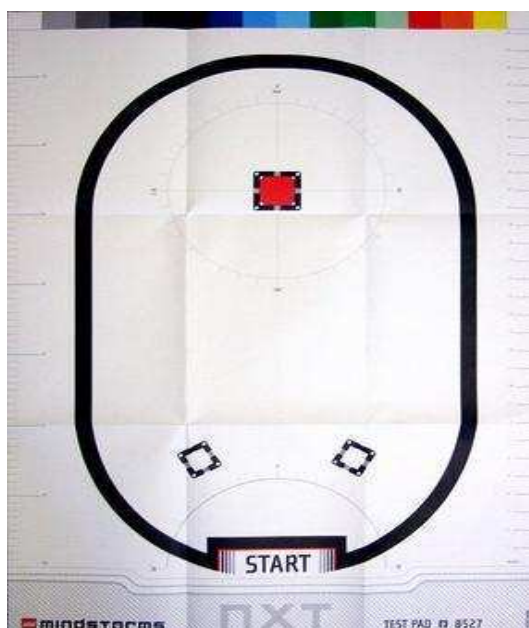

Figura 250: Lego NXT 8527/8547 Mindstorms Test Pad x1624
Para el desarrollo óptimo de este capítulo usted requiere del Lego NXT 8527/8547 Mindstorms Test Pad x1624, que es un circuito de prueba como el que se muestra en la Figura 250.
- ✓ El robot se pondrá a prueba en un circuito que se extrae del Lego NXT 8527/8547 Mindstorms Test Pad x1624, que es un circuito como el que se muestra en la Figura 250.